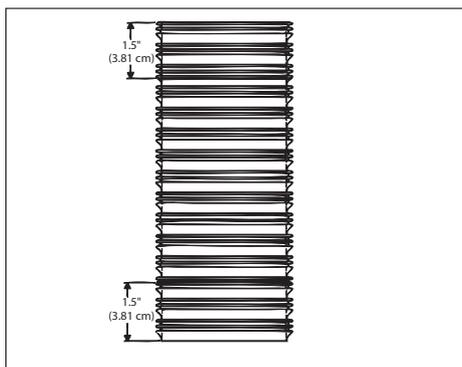

Figura 12
2. Haga 4 marcas en ambos extremos del recubrimiento a 90° con una separación de 1 ½" (3.81 cm) entre sí, tal como se muestra en la **Figura 12**. Estas marcas servirán como el punto de referencia para cuando los adaptadores estén completamente asentados sobre el recubrimiento flexible.